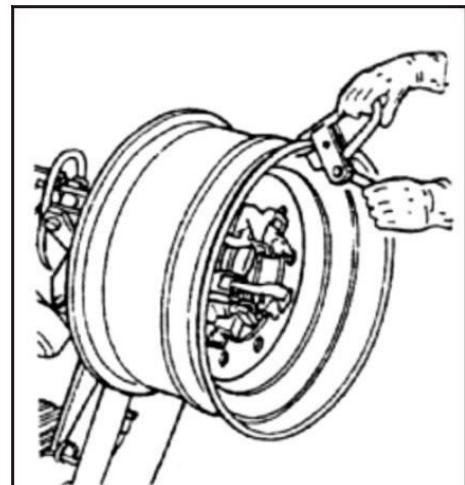

Fig 18
3) Fixez la pince à la position supérieure du bord extérieur de la jante (Fig. 18) et assurez-vous que la pince est fermement fixée à la jante de la roue.